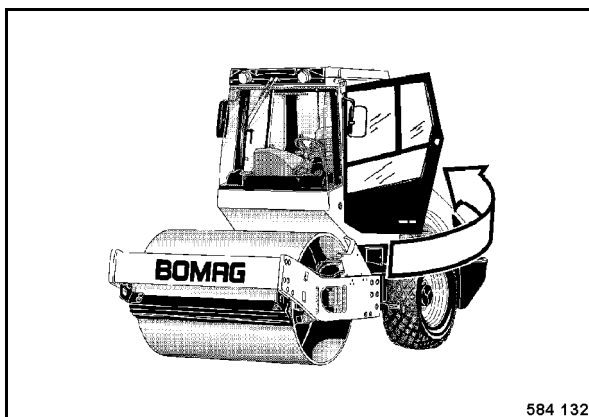

Fig. 45
- Close the cabin door (Fig. 45).